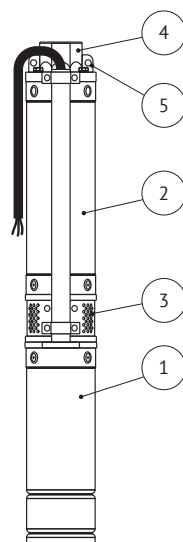

Рисунок 1 - Устройство насоса
Насос (см. рисунок 1) состоит из электродвигателя переменного тока (поз. 1) и многоступенчатой проточной части (поз. 2) центробежного типа.
- Присоедините напорный трубопровод к выходному отверстию насоса (см. рисунок 1, поз. 4).
- Насос опускается в скважину только с помощью стального или нейлонового троса, закрепленного в проушинах насоса (см. рисунок 1, поз. 5).